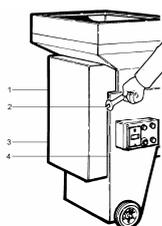

Fig.19
- Quitar el cárter del motor desenroscando las cuatro tuercas de fijación (Fig.19).
- Quitar el cárter del motor desenroscando las cuatro tuercas de fijación (fig.19).